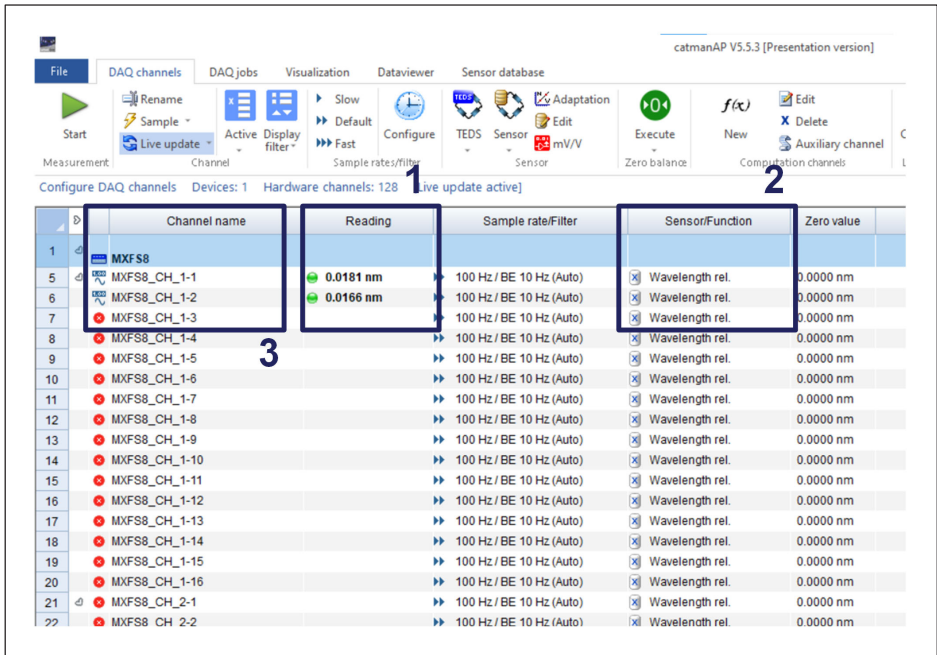

Fig. 5.3 Comprobación del sistema e identificación de los sensores
Es posible probar los sensores aplicando manualmente una pequeña fuerza y leyendo el resultado del software de medida. De esta forma se identifica cada "número de canal – par de sensores" y se verifica la funcionalidad de los sensores (número 1 en Fig. 5.3)
- Asegurarse de que se han definido todos los canales del interrogador como “wavelength (rel)” (longitud de onda (rel.)) (número 2 en Fig. 5.3)
- Cambiar el nombre del sensor con un doble clic en la parte superior del nombre del canal (número **3** en Fig. 5.3)